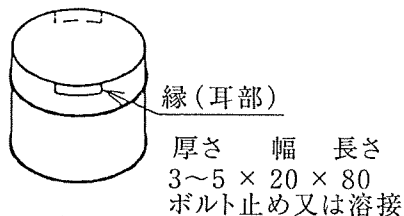

図2
縁(耳部)がない場合は、図2を参考に縁を取り付けてください。
- 一般的にドラム缶の中腹部をガス等で切断して、適当な容器として利用されていますが、必ず図2に示すように縁(耳部)を溶接又は、ボルトで取り付けてください。